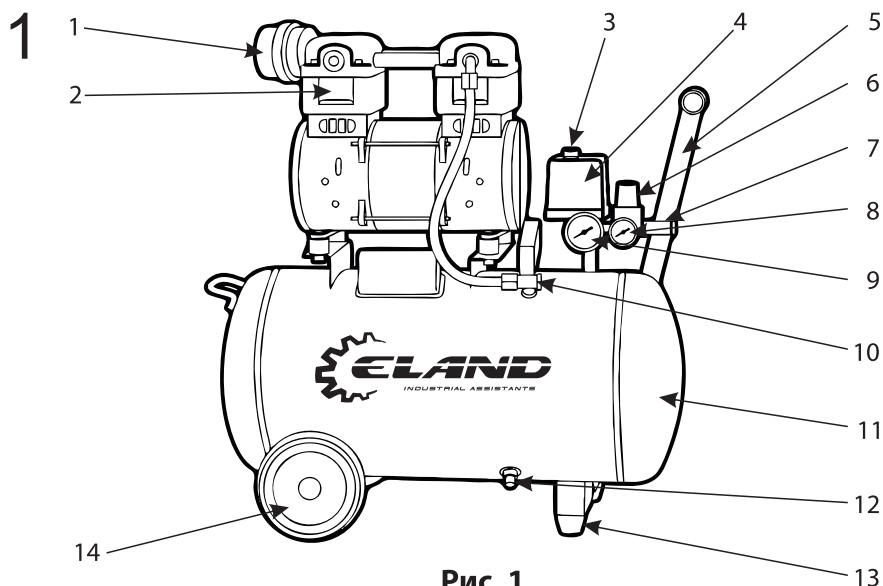

Рис. 1
- Блок поршневой (2) (См. Рис.1) – поршневая группа, одноступенчатая, с воздушным охлаждением - предназначена для выработки сжатого воздуха. Может быть с разным количеством цилиндров в зависимости от модели.
- Ресивер (воздухосборник) (11) (См. Рис.1) служит для сбора сжатого воздуха, выравнивания пульсации воздуха, получающейся в результате возвратно-поступательного движения поршня компрессора, отделения конденсата и масла. Ресивер является также корпусом, на котором смонтированы узлы и детали компрессора.
- Ресивер имеет штуцера для установки реле давления (прессостата) (4), обратного клапана (10), крана слива конденсата, предохранительного клапана, а также кронштейны для установки платформы.
- Реле (прессостат) (4) служит для обеспечения работы компрессора в автоматическом режиме, поддержания давления в ресивере.
- Штуцер (7) с регулятором давления (4) предназначен для подачи воздуха потребителю.
- Обратный клапан (10) (См. Рис.1) обеспечивает подачу сжатого воздуха только в направлении от поршневого блока к ресиверу.
- Манометр (9) предназначен для контроля давления в ресивере.
- Блок управления компрессором включает в себя: манометр давления в ресивере (9); манометр давления на выходе (8); реле давления (прессостат) (4); регулятор давления на выходе (6); кнопку пуска (3); клапан предохранительный.
1. Убедитесь в том, что кнопка пуска (3) на реле давления (4) (См. Рис.1) находится в положении «Выключено». Вставьте вилку питающего электрического кабеля в соответствующую розетку.
2. Переведите кнопку пуска (3) на реле давления (4) (См. Рис.1) в положение «**Включено**».
4. Остановите компрессор, вновь нажав на кнопку пуска (3) (См. Рис.1).
5. Присоедините к раздаточному штуцеру (7) шланг компрессорного оборудования.
- Для включения нажмите на кнопку пуска (3) (См. Рис.1) реле давления, чтобы установить ее в положение «Включено».
- Подсоедините шланг подачи сжатого воздуха к штуцеру (7) (См. Рис.1).